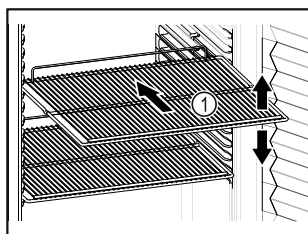

Fig. 55 Ilustrační zobrazení
- Pokud jsou odstavňé plochy Fig. 55 (1) přemístitelné, přizpůsobte je vždy na danou výšku.